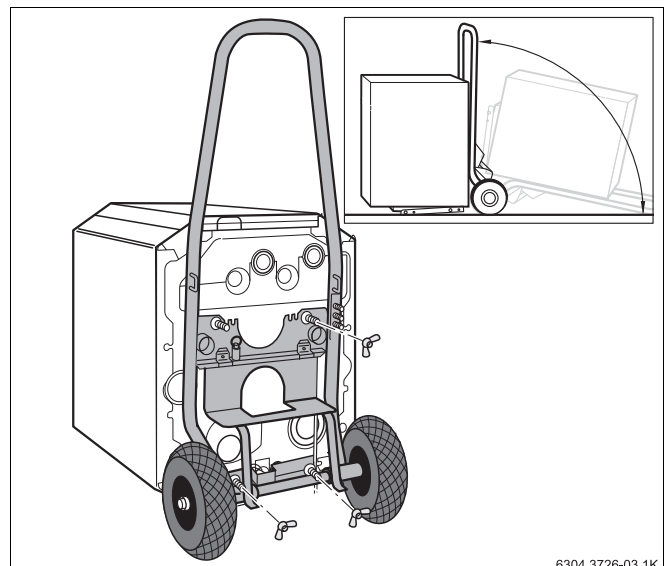

Fig. 10 Transportar la caldera con una carretilla para calderas
- Vuelque la caldera con ayuda de un medio de transporte (→ Fig. 10, pág. 21).